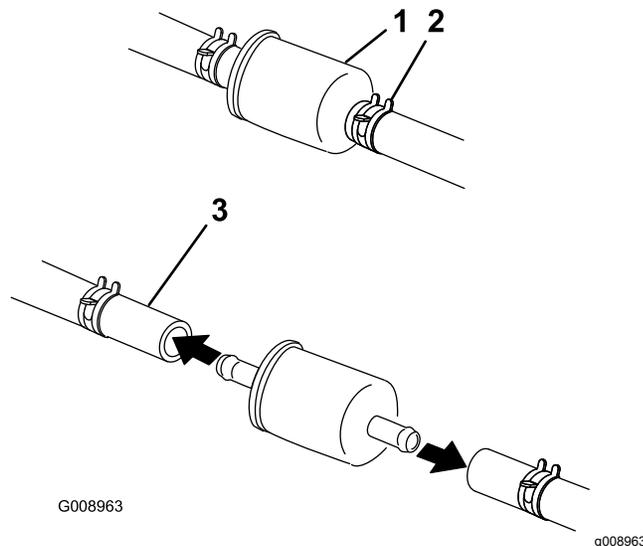

Figura 60
4. Cierre la válvula de cierre de combustible, situada debajo del asiento (Figura 60).
5. Apriete los extremos de las abrazaderas y deslícelas por la manguera alejándolas del filtro (Figura 60).
7. Instale un filtro nuevo y acerque las abrazaderas al filtro (Figura 60).